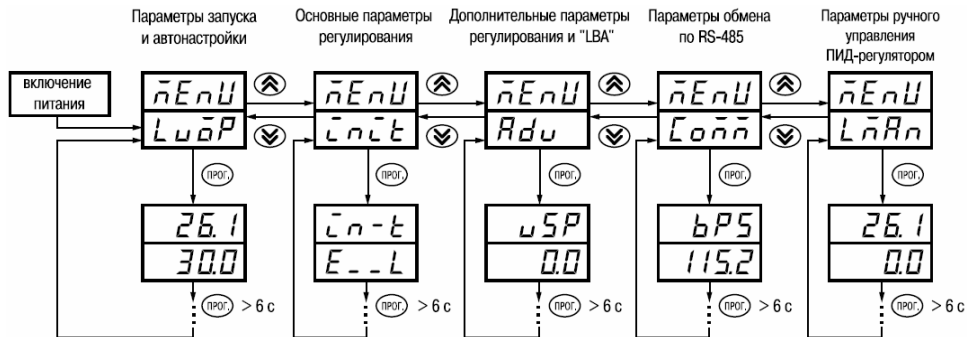

Рисунок 6.1
6.1.2 Основные параметры прибора объединены в 5 групп: *LuōP*, *ĀnĀt*, *Adu*, *Coññ* и *LñĀn*, составляющих меню прибора (рисунок 6.1). Полный список программируемых параметров приведен в Приложении Г.